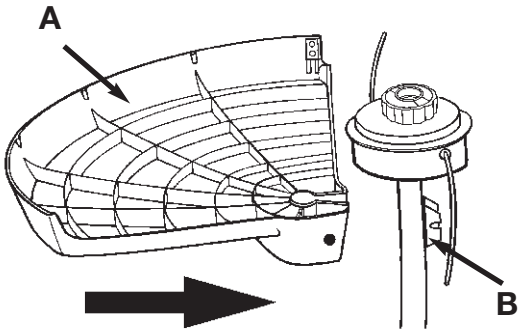

Fig. 1
1. Positionner le carter du moteur de manière que la tête de coupe soit orientée vers le haut (Figure 1).